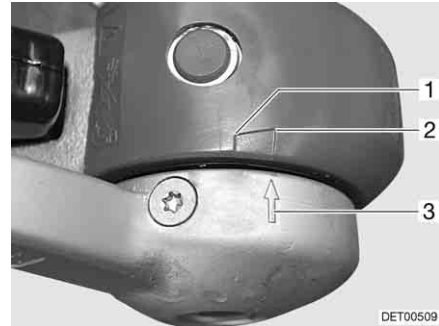

Fig. 175 Guarnizioni di attrito
- Se la freccia sul disco pressione (Fig. 175,3) si trova prima o alla superficie di marcatura (Fig. 175,2), le guarnizioni di attrito sono ancora allo stato nuovo.
- Se la freccia sul disco pressione si trova all'interno della superficie di marcatura (Fig. 175,1 a 2), le guarnizioni di attrito sono leggermente consumate.
- Se la freccia sul disco pressione si trova alla fine della superficie di marcatura (Fig. 175,1) o la supera, le guarnizioni di attrito sono consumate.